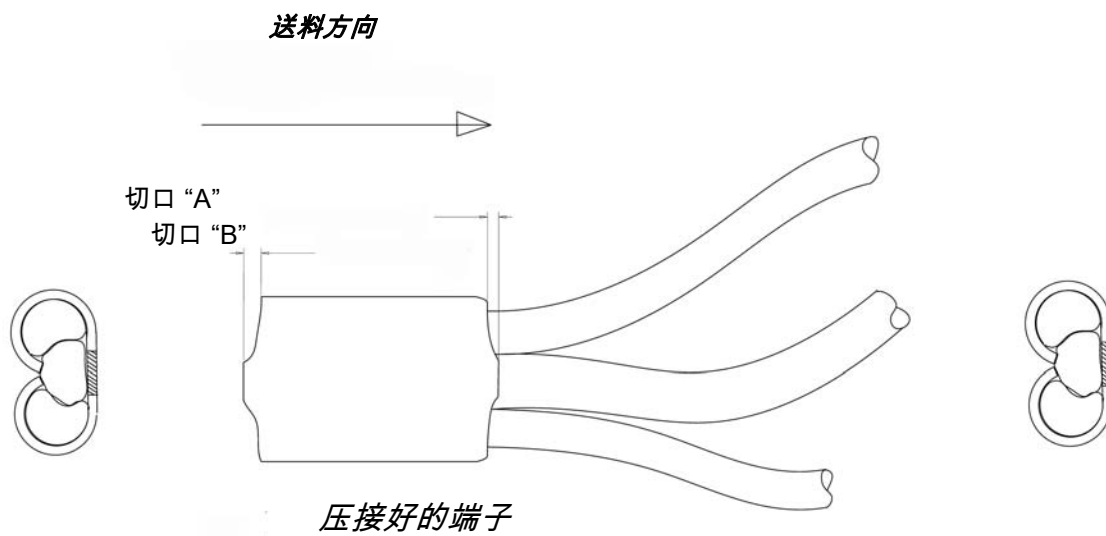

图 24
1. 检查压接好的端子（图 24），确定需要将端子条送入更深还是更浅（如果切口“A”比“B”长，则需要增大送入量。如果切口“B”比“A”长，则必须减小送入量。）